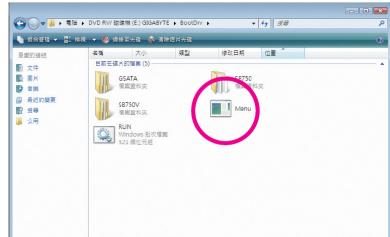
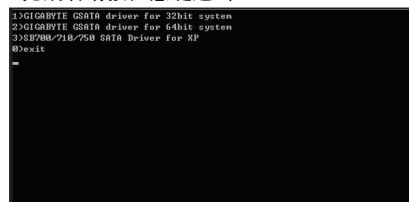

图 2
图 3
- 2: 进入光盘中的“BootDrv”文件夹, 双击“Menu.exe”文件(图 2)后会出现“命令提示符”画面, 内含如图 3 所示的控制器菜单。
- 3: 放入空白磁盘。按下 SATA 控制器驱动程序代码后再按<Enter>键。以图 3 的菜单为例, 请选择“3) SB700/710/750 SATA Driver for XP”。